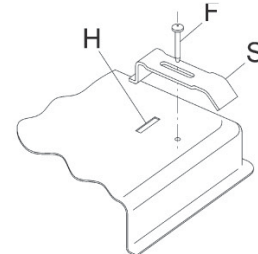

FIG. 7
- 3.) Befestigen Sie die Mulde mit den beige packten 4 Halterungen (S) und den Schrauben (F) am Einbauschrank. Die Schrauben sind dabei in die vorgesehenen Öffnungen (H) einzudrehen. (Siehe auch Fig. 7)